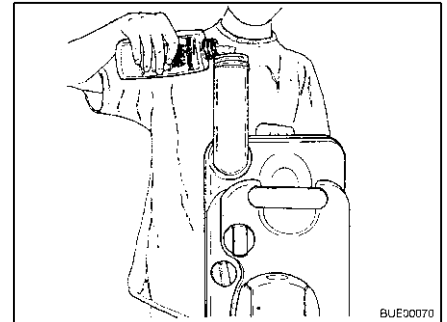

Bild 176 Fylla på sanitetsvätska
- Fyll på angiven mängd sanitetsvätska i latrintanken (Bild 176).